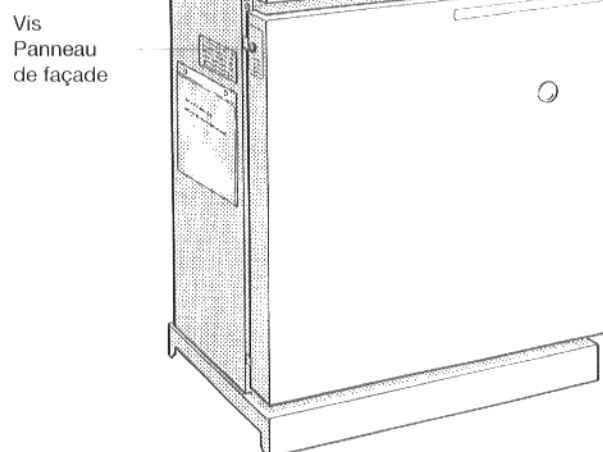

Fig. 7
- Dévisser les deux vis de fixation du panneau de façade de la chaudière (fig. 7). Enlever le panneau avant, en le tirant vers le haut.